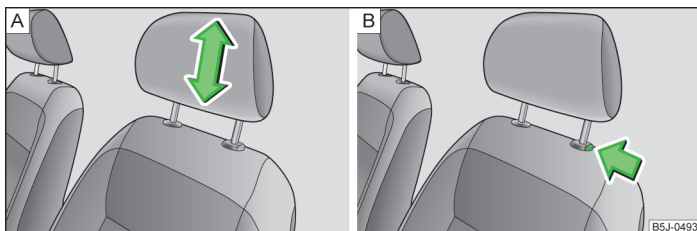

Fig. 43 Poggiatesta: Regolazione/Smontaggio
- Afferrare i poggiatesta lateralmente con le due mani e quindi farli scorrere verso l'alto per la distanza desiderata » fig. 43 - A.
- Se si desidera fare scivolare verso il basso i poggiatesta, premere con una mano il tasto di sicurezza » fig. 43 - B e mantenerlo premuto, mentre l'altra mano sposta il poggiatesta verso il basso.
- Premere il tasto sicurezza nella direzione indicata dalla freccia » fig. 43 - B ed estrarre il poggiatesta.